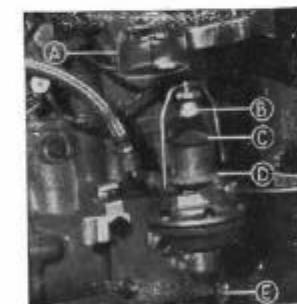
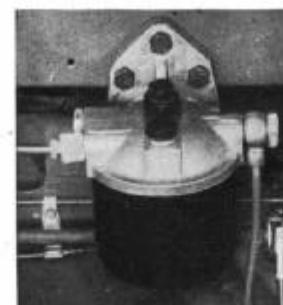

Fig. 50. Filtro y vaso de sedimentación de la bomba de gasolina.
Fig. 54. Filtro principal de combustible.
- A) *Filtro principal* (fig. 54).—Está situado en el costado derecho del motor e intercalado entre la bomba de inyección y la de combustible.
2. Se desatornillará el tapón de purga de la parte superior del filtro principal (fig. 54) y la tuerca de unión de la tubería de retorno, y se accionará la palanca de cebado de la bomba de combustible (fig. 50) hasta que éste fluya sin burbujas por el orificio de purga.